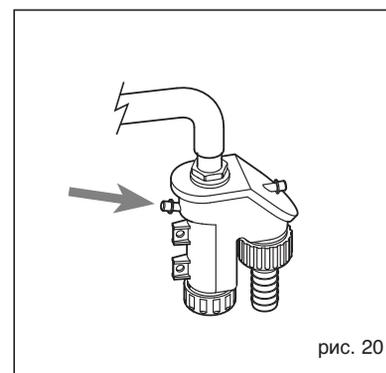

рис. 20
#### 4.5 ТЕХОБСЛУЖИВАНИЕ (рис. 20)
**сифонный конденсатопровод был наполнен водой (проверка необходима особенно, когда генератор не используется в течение долгого времени). Возможное наполнение выполняется через специальное отверстие (рис. 20).**